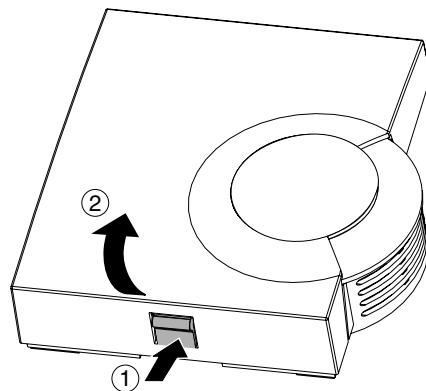

Figure 1: Enlever le couvercle du boîtier
- ▶ Enlevez le couvercle du boîtier de la sonde de température ambiante (voir Figure 1).
- ▶ Enlevez le couvercle du boîtier (voir Figure 1, Page 11).
- ▶ Enlevez le couvercle du boîtier du HCW 82 (voir Figure 1, Page 11).